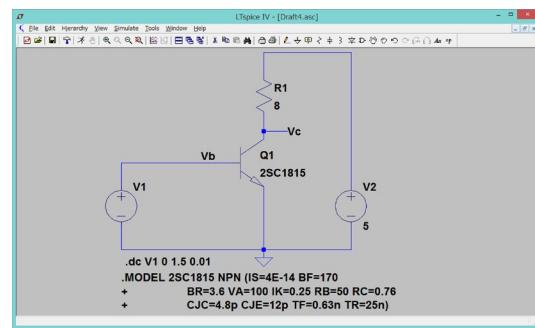

図 2.10 テキスト図 10.4 の回路
2. トランジスタを追加する。トランジスタは Component の npn を選択する。完成図は図 2.10 参照。
出力側の電源(図 2.10 の場合は、V2)は 5 V の直流電源、すなわち、 $V_{CC} = 5 V$ と設定する。入力側の電源 V1 は値を消去しておく。